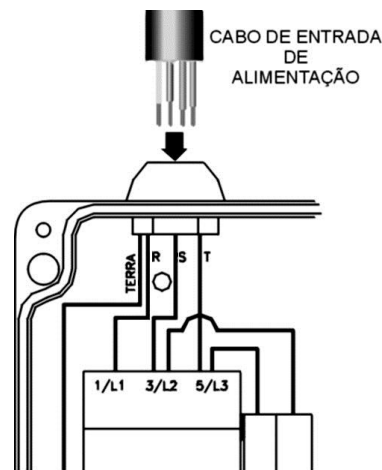

Figura 4c
1. Conecte o cabo da entrada de alimentação na caixa do painel elétrico conforme Figura 4c. Certifique-se que a tensão presente nos terminais do cabo de alimentação está compatível com a tensão informada na plaqueta de identificação da rampa, localizada na dianteira da lateral interna da plataforma direita.